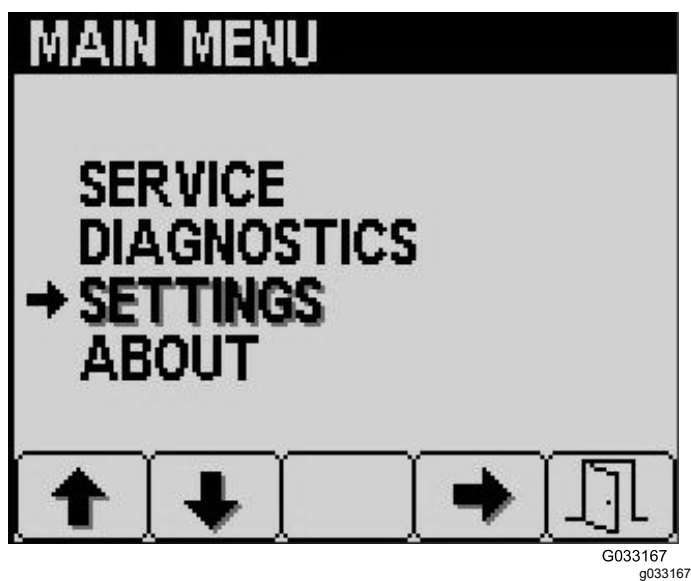
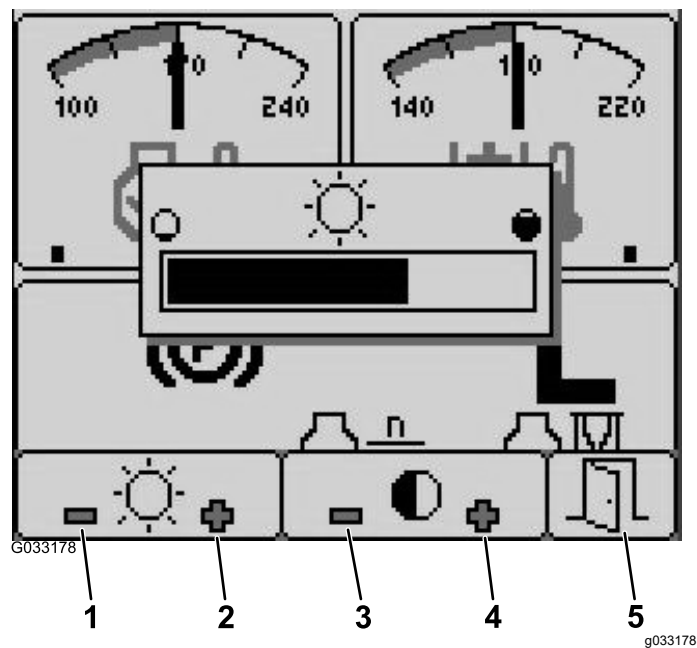

Figura 18
Figura 19
2. Desloque-se para cima ou para baixo para SERVICE (Serviço) no menu principal (Figura 18).
8. Saia do menu selecionando o botão SAIR (porta) (Figura 18 ou Figura 19).
1. A partir do ecrã inicial, prima o botão 5 para aceder à barra do menu da luminosidade/contraste (Figura 19).
2. Prima o botão 1 para diminuir a luminosidade, o botão 2 para aumentar a luminosidade, o botão 3 para diminuir o contraste e o botão 4 para aumentar o contraste (Figura 19).
3. Quando tiver definido a luminosidade/contraste, prima o botão 5 para sair (Figura 19).